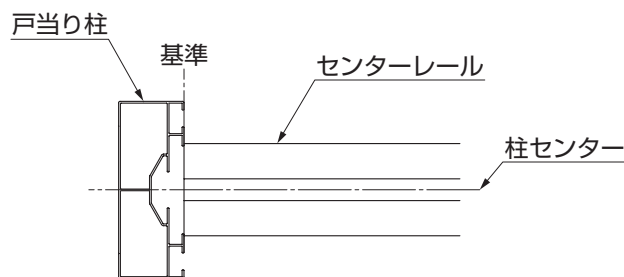

図11-2
①片開き仕様の場合は、戸当り柱を基準にして、柱センターに「センターレール」設置してください。(図11-2参照)